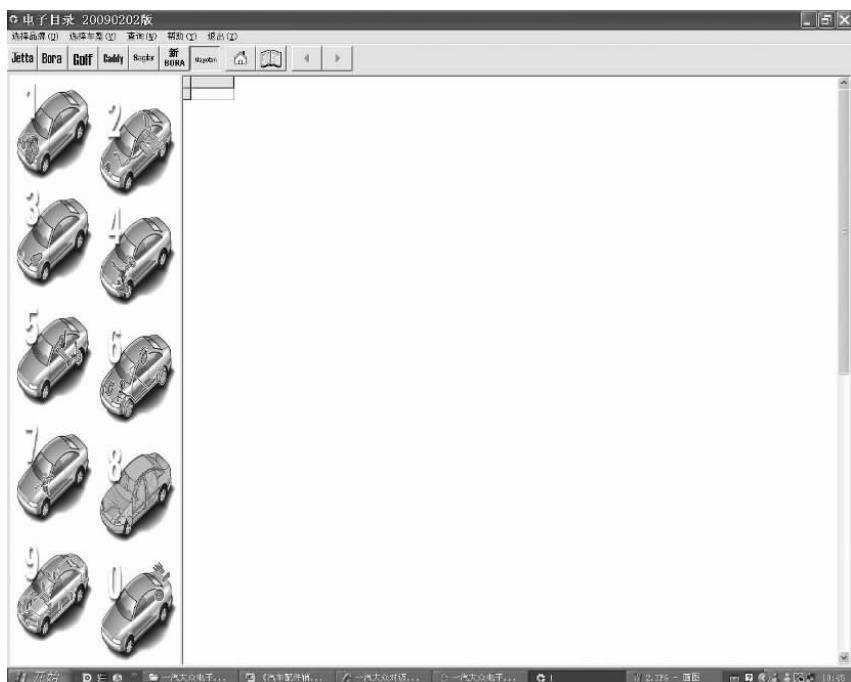

图 2-16 迈腾车系各系统界面
④ 点击选择 Magotan 车型，并进入车型各系统界面，如图 2-16 所示。